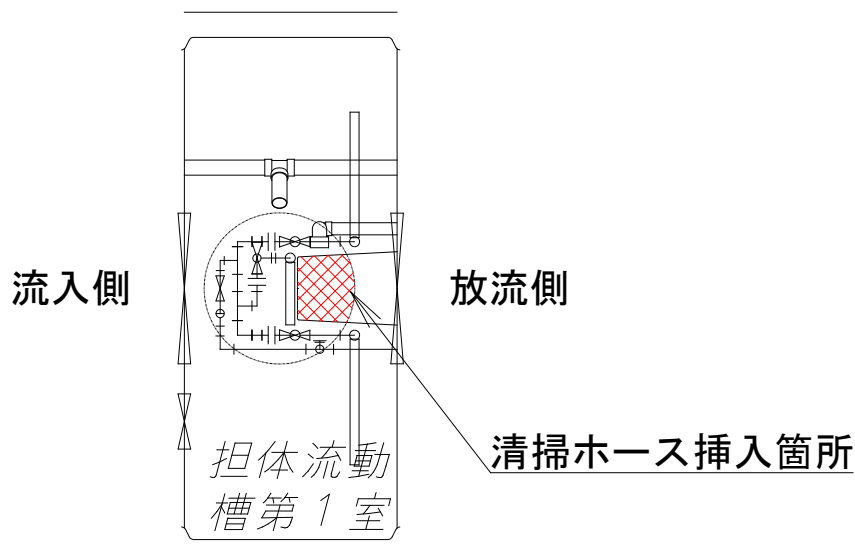

図4-2 担体流動槽第一室における清掃ホース挿入箇所
- ① ばっ気を停止し、しばらく時間を置いて汚泥を沈降させてください。
- ② 間欠定量移送装置の移送水が吐出し終わる直前（エアが吐出する前）に、間欠定量移送装置用エアバルブを閉じます。
- ③ 吐出管・エア管のユニオンを外し、間欠定量移送装置を槽外に取り出します。
- ④ 間欠定量移送装置収納部底部へホースを挿入し、汚泥を適正量（低負荷時の対策3を実施の場合は全量）引き抜いてください（図4-2参照）。
- ⑤ 間欠定量移送装置を元の取り付け位置に戻し、ユニオンをしめます。
⑥エアバルブを元の位置に戻し、移送水量の確認・調整を行います。